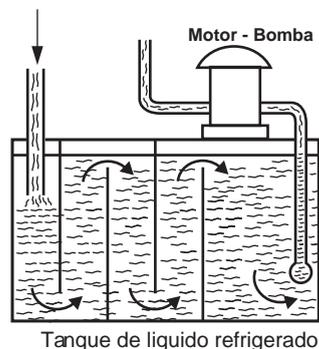

Fig. 3
d) Compruebe si el sistema de refrigerante funciona. (Fig. 3)